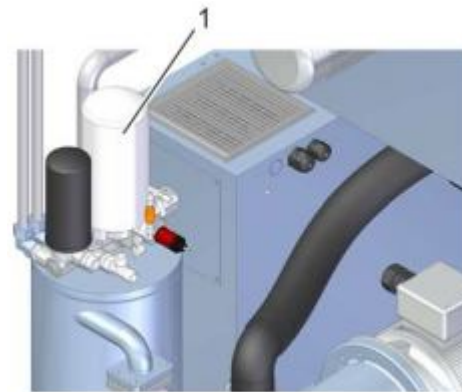

Рис. 41: Фильтр тонкой очистки
8. ➤ Вверните новый фильтр тонкой очистки (Рис. 41/1) до упора.
9. ➤ После этого вручную затяните новый фильтр тонкой очистки (Рис. 41/1) на пол-оборота.